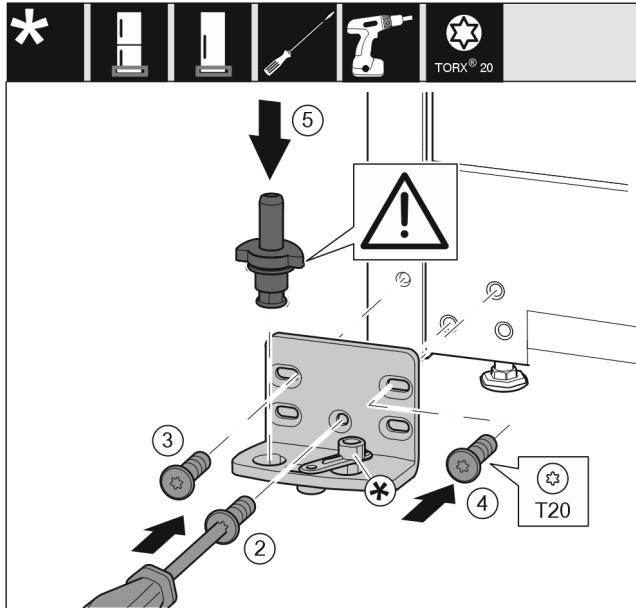

Fig. 20
- ▶ Εφαρμόστε το στήριγμα στην άλλη πλευρά και βιδώστε το με τη βοήθεια ενός κατσαβιδιού. Αρχίστε με τη βίδα Fig. 20 (2) κάτω στο κέντρο.
- ▶ Σφίξτε τη βίδα Fig. 20 (3) και τη βίδα Fig. 20 (4).
- ▶ Τοποθετήστε ολόκληρο τον πέρα Fig. 20 (5). Βεβαιωθείτε ότι το έκκεντρο ασφάλισης είναι στραμμένο προς τα πίσω.